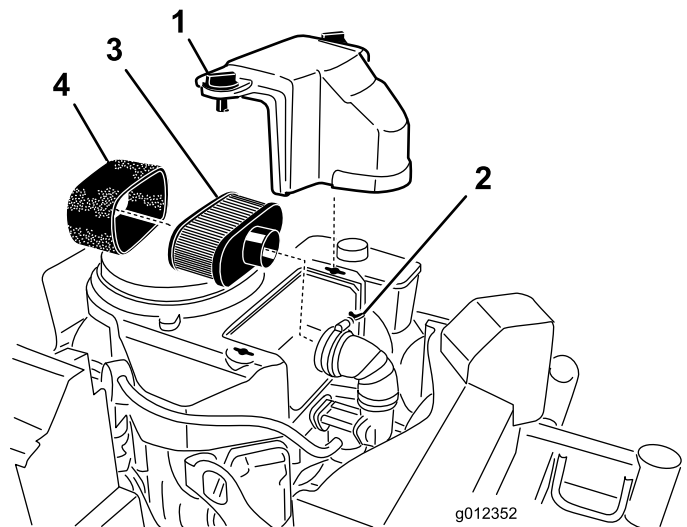

Figure 24
3. Nettoyez la surface autour du filtre à air pour éviter que des impuretés n'endommagent le moteur en tombant à l'intérieur (Figure 24).
4. Dévissez les boutons du couvercle et déposez le couvercle du filtre à air (Figure 24).
5. Dévissez le collier et déposez le filtre à air (Figure 24).
6. Sortez délicatement l'élément en mousse de l'élément en papier (Figure 24).
1. Ne nettoyez pas l'élément en papier. Remplacez-le (Figure 24).
1. Glissez délicatement l'élément en mousse sur l'élément en papier (Figure 24).
2. Posez le filtre à air sur sa base et fixez-le en place à l'aide des 2 écrous à oreilles (Figure 24).
3. Mettez le couvercle du filtre en place et serrez le bouton (Figure 24).